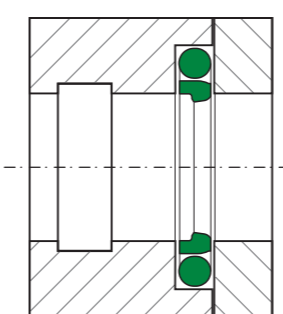

Fig. 1
INSTALLAZIONE IN CAVE APERTE (FIG. 1)
- per facilitare il montaggio l'elemento di tenuta in PTFE può essere riscaldato fino a 80 °C (in olio caldo o aria) prima di essere installato nella propria sede utilizzando gli strumenti mostrati in fig. 1;